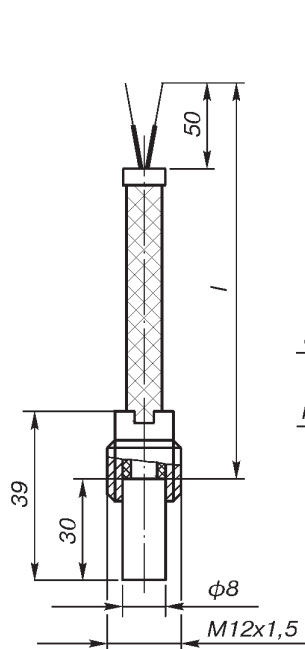

Рис.2.
- 02** по рис. 2
3. Длина монтажной части, L, мм / длина кабельной выводной части I, мм - для рис. 2, 7, 9, 11, 13.